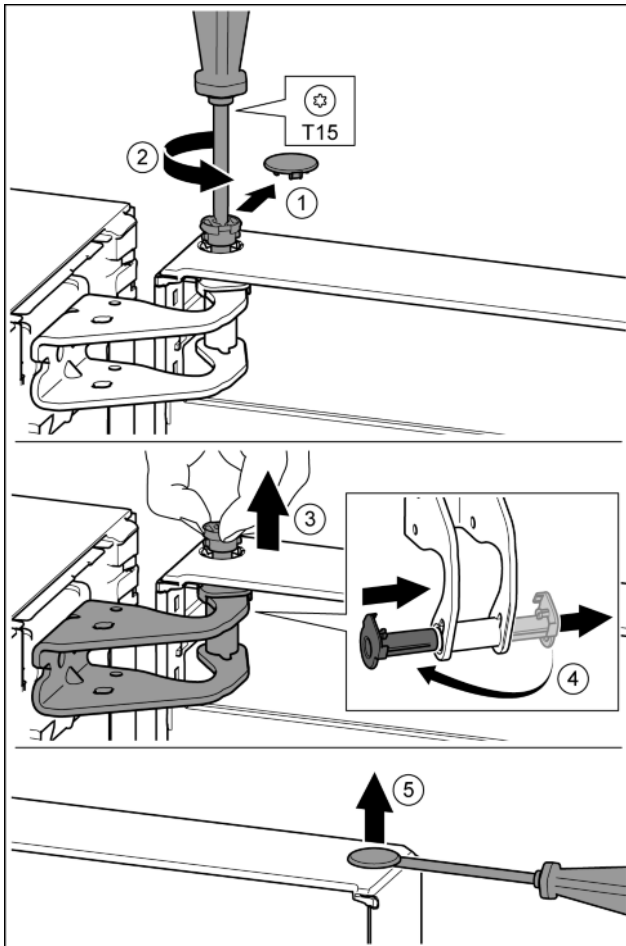

Fig. 9
- ▶ Осторожно снять предохранительную крышку. Fig. 9 (1)
- ▶ Выкрутить палец отверткой T15, выведя из зацепления с деталью. Fig. 9 (2)
- ▶ Удерживать дверь и вытянуть палец рукой. Fig. 9 (3)
- ▶ Опорную втулку вывести из направляющей. Установить и зафиксировать с другой стороны. Fig. 9 (4)
- ▶ Осторожно приподнять шлицевой отверткой заглушку из опорной втулки двери и вынуть. Fig. 9 (5)